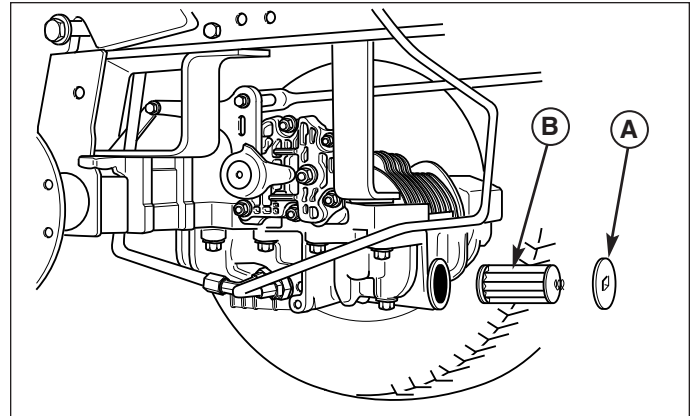
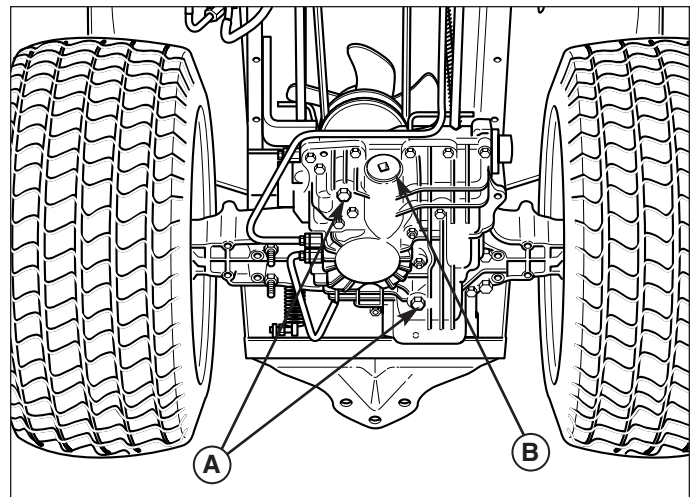

Figure 36. Entretien du filtre de transmission interne
Figure 37. Bouchons de vidange de transmission
5. Déposer et remplacer le filtre de transmission interne (B, Figure 36).
6. Remettre en place le capuchon d'accès au filtre (A, Figure 36) et les deux bouchons de vidange de 14 mm (A, Figure 37).